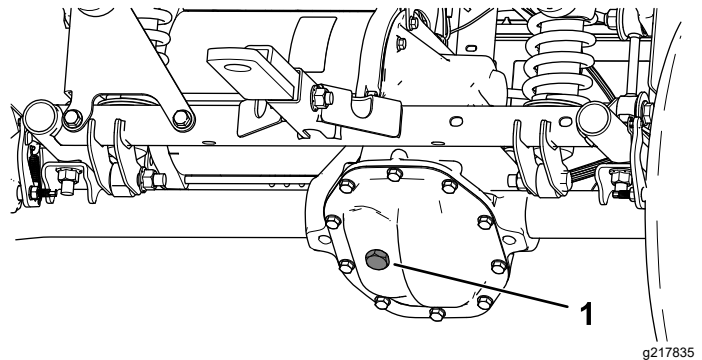

図 49
4. トランスアクスルについている補給プラグを外す(図49)。
5. オイルの量が少ない場合は、補給プラグを取り、穴からあふれ出てくるまで所定のオイルを補給する(図49)。
4. トランスアクスルの補給プラグを外して、穴から所定のオイルを入れる。補給穴からあふれ出てくるまで入れること 図 49。